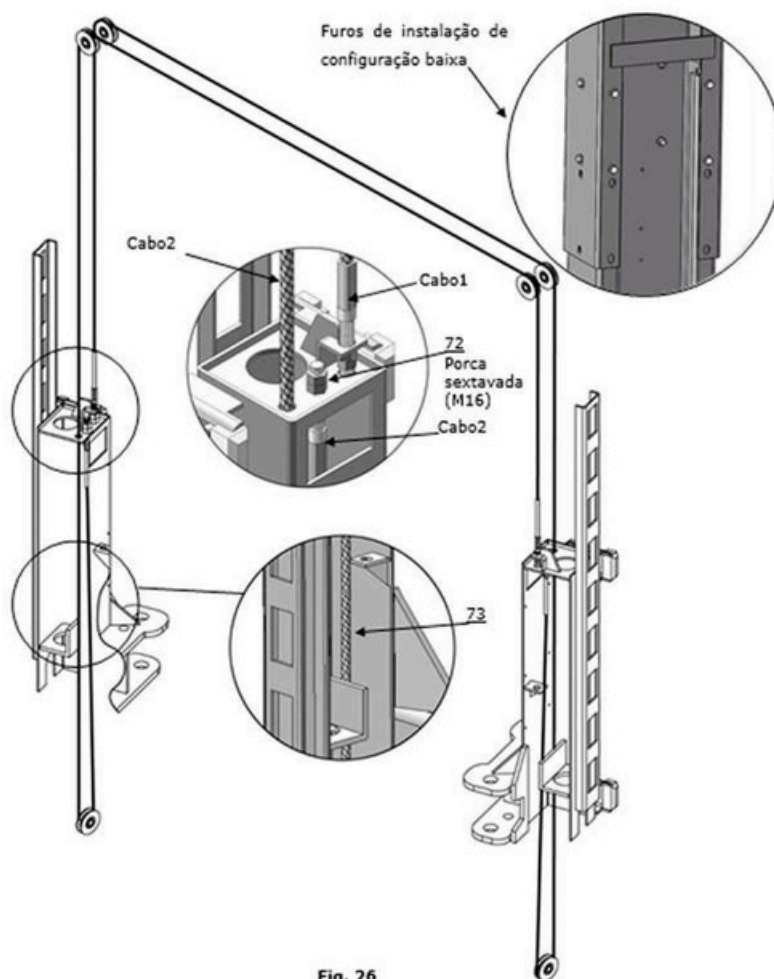

Fig. 26
1. Conexão do cabo da instalação de configuração baixa. (Veja a Fig. 26).